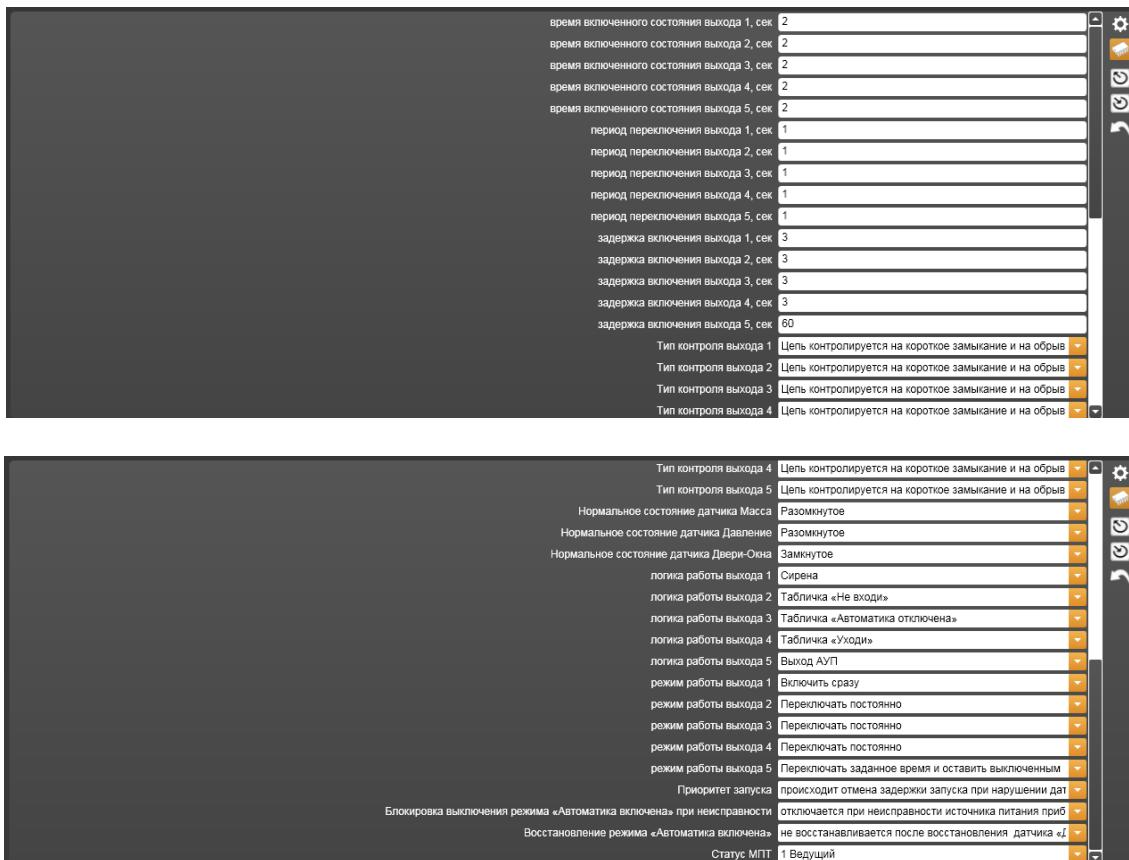

Рисунок 14.3.50 – Свойства Модуля пожаротушения МПТ-1
11) **Модуль пожаротушения МПТ-1** (Рисунок 14.3.50).
- – **Параметры по умолчанию** – значок, при щелчке на котором происходит считывание параметров из памяти компьютера в таблицу параметров текущей закладки (Нижний рисунок 14.3.50).